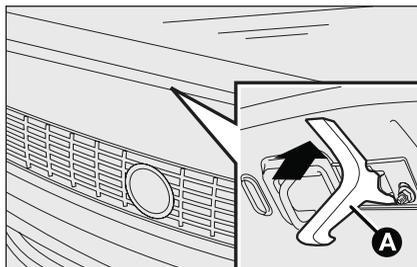

Рис. 92
- натисніть важіль **A** (рис. 92), як показано на рисунку;